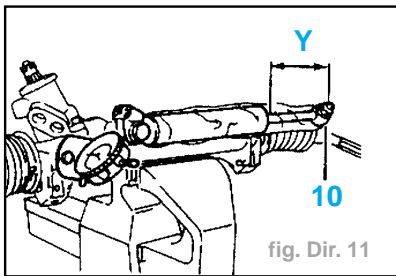

fig. Dir. 11
- Positionner l'axe (10) de la chape de vérin (fig. Dir. 11).